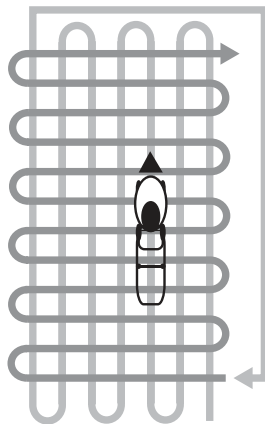

Рис. 14 Схема перпендикулярного скашивания
5. При скашивании в тяжелых условиях (п.3,4) рекомендуется проводить повторный покос с меньшей высотой скашивания. На Рис. 14 представлена схема движения газонокосилки при выборе травы в травосборник.